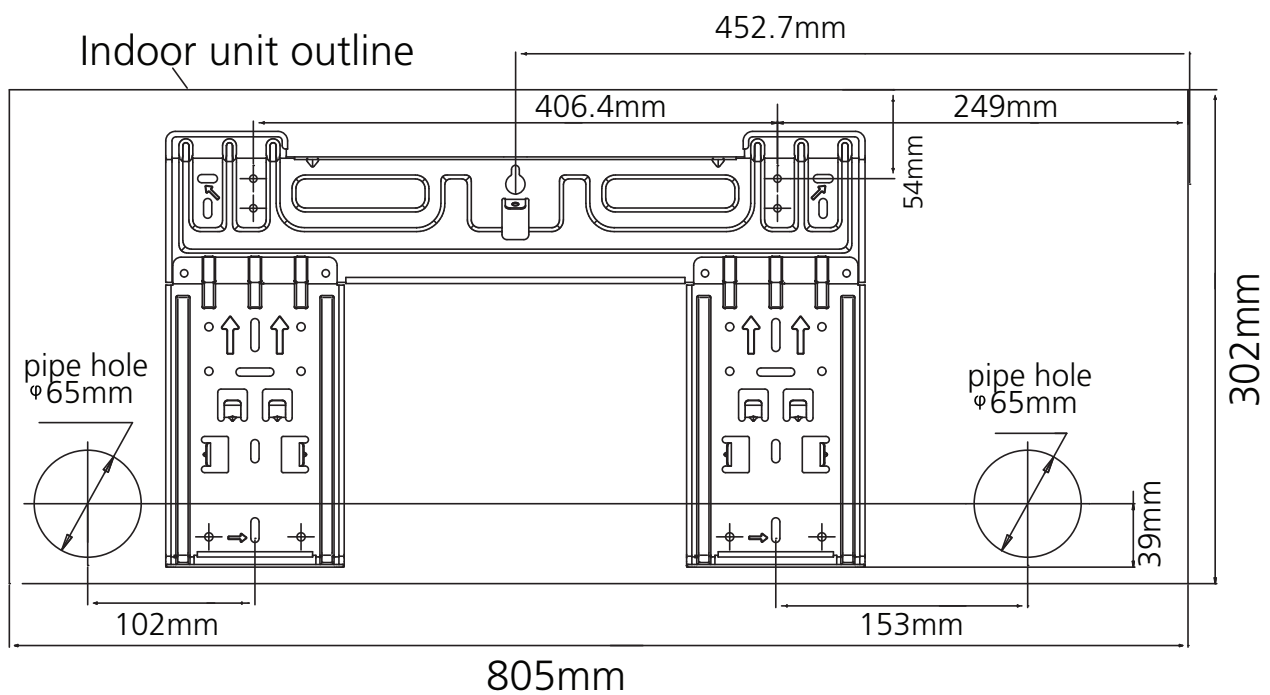

Figur 8
- Placera upphängningsdelen horisontalt på en stadig vägg och se till att utrymmet runt om är fritt. Se figur 8.